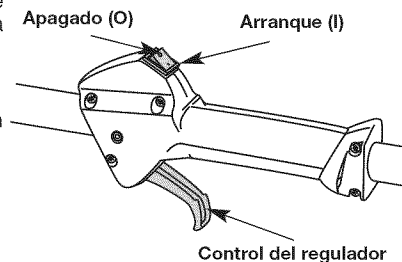

Fig. 10
NOTA: No hay necesidad de arrancar la unidad. El control de Encendido/ Apagado está en la posición ENCENDIDO (I) en todo momento (Fig. 10).
2. Coloque el control de encendido y apagado en posición de APAGADO (O) (Fig. 10).
- Coloque el control de encendido y apagado en posición de APAGADO (O) (Fig. 10).